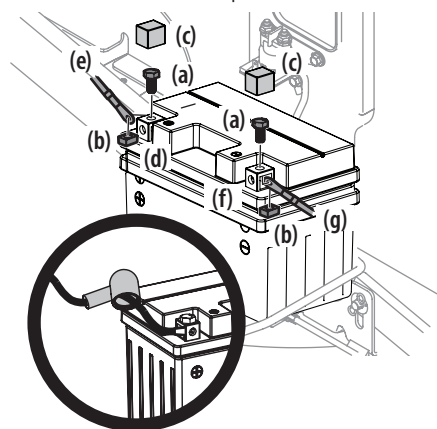

Figura 21
1. Extraiga los tornillos hexagonales (a) y las tuercas cuadradas (b) instalados de fábrica en el extremo del arnés de cables. Guarde los herrajes para uso posterior. Consulte la Figura 21.
2. Retire la cubierta plástica (c), si está presente, del borne positivo de la batería (d) y una el cable rojo (e) al borne positivo de la batería (b) utilizando uno de los tornillos hexagonales (a) y las tuercas cuadradas (b) que se extrajeron en el paso 1. Use un destornillador Philips. Consulte la Figura 21.
3. Retire la cubierta plástica (c), si está presente, del borne negativo de la batería (f) y una el cable negro (g) al borne negativo de la batería (f) utilizando el tornillo hexagonal restante (a) y la tuerca cuadrada (b). Consulte la Figura 21.
4. Coloque el capuchón de caucho rojo por encima del borne positivo de la batería para protegerlo contra la corrosión. Veal el inserto en la Figura 21.